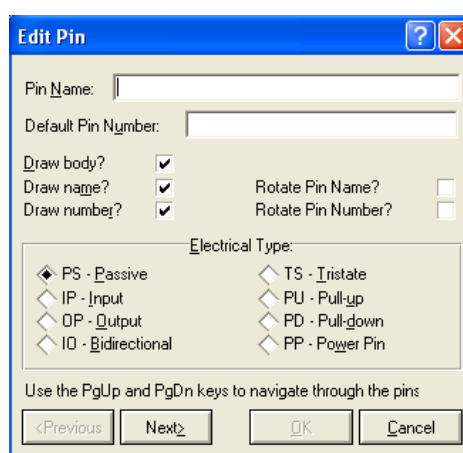

Figura 48: Janela **Edit Pin**
2. Abrirá a janela **Edit Pin**, veja figura 48.